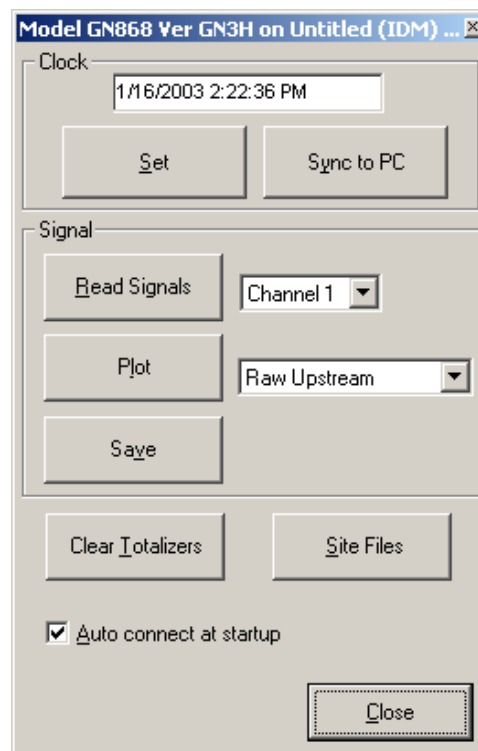

Рисунок 28: Варианты активного сигнала в окне «*properties*» (свойства)
1. Щелкните кнопку *read signals* (считать сигналы). (Если измерительный прибор является многоканальным, откройте раскрывающееся меню «channel» (канал) и нажмите на нужный канал). Через какое-то время появится окно *properties* (свойства), показанное на рис. 28.